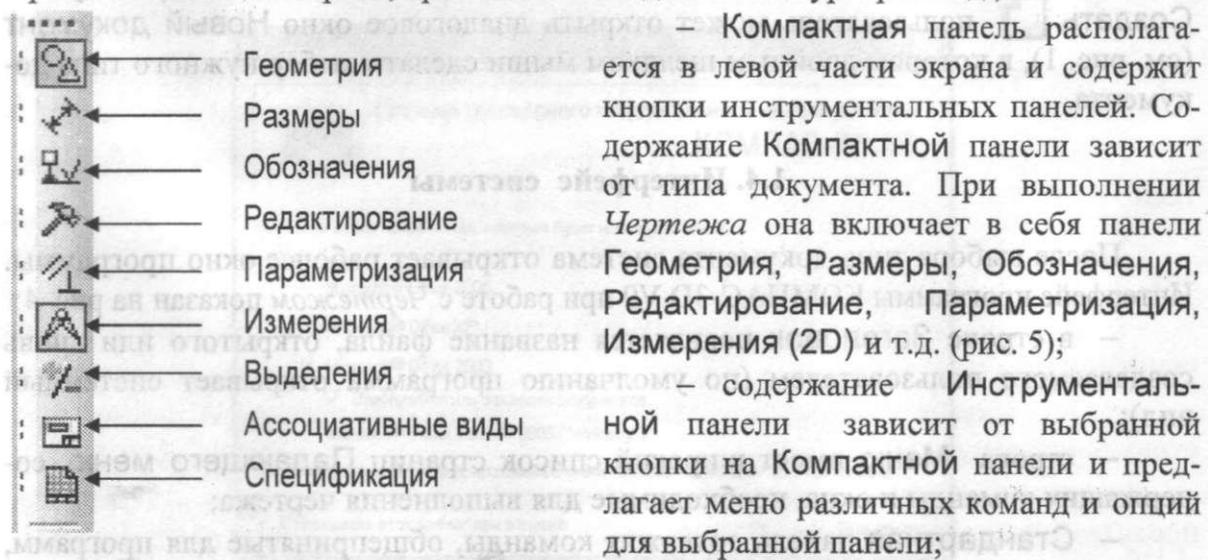

Рис. 5. Содержание Компактной панели
— Компактная панель располагается в левой части экрана и содержит кнопки инструментальных панелей. Содержание Компактной панели зависит от типа документа. При выполнении *Чертежа* она включает в себя панели Геометрия, Размеры, Обозначения, Редактирование, Параметризация, Измерения (2D) и т.д. (рис. 5);
5. Нанести размеры, активизируя страницу Размеры на Компактной панели (см. рис. 5):